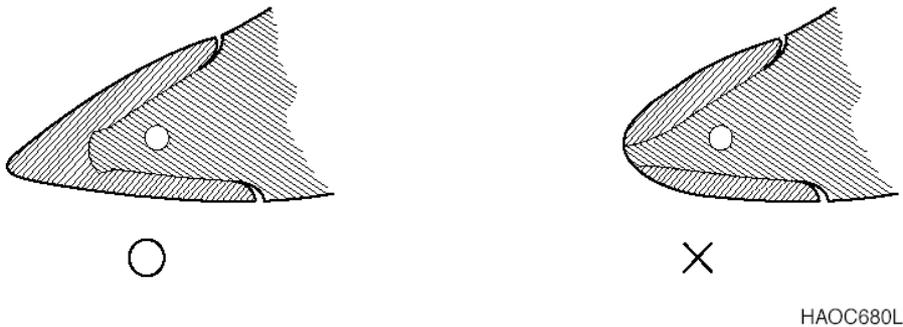

Рис. 124
2. Чтобы заменить зуб (1, рис. 124), использовать молоток и зубило, чтобы сдвинуть стопорный штифт (2) и стопорную шайбу (3) с адаптера зуба (4).